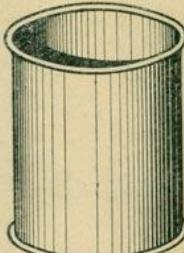

Рис. 10. Цилиндрическая банка
6. Разметить на листе жести или кровельного железа детали банки (рис. 10) диаметром 100 мм и высотой 120 мм.